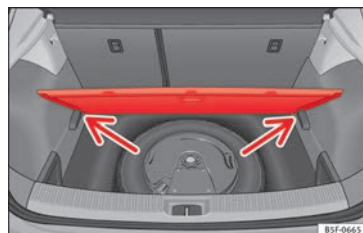

Fig. 180 Coffre à bagages : plancher modulable
- Appuyez le plancher contre les logements prévus à cet effet » fig. 180 (flèches).